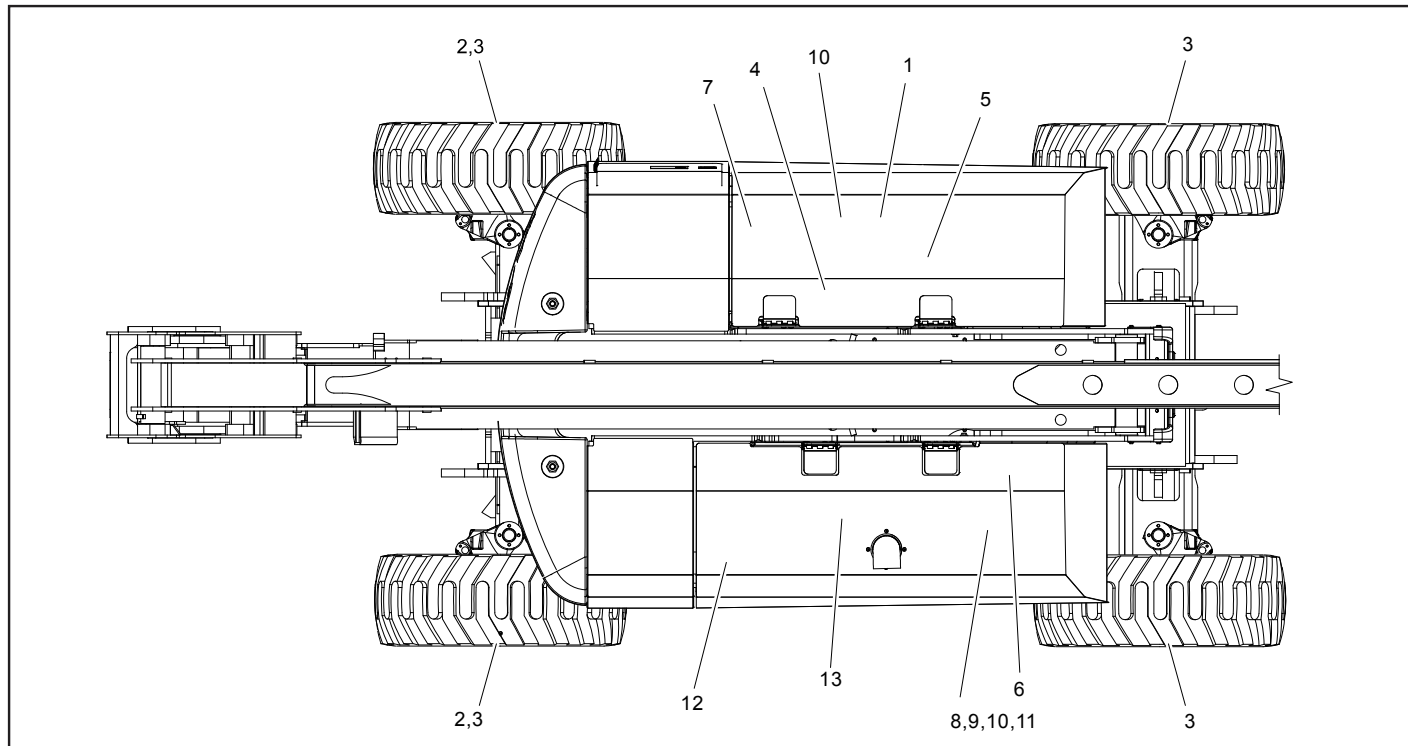

Figura 7-5. Diagrama de mantenimiento y lubricación
**NOTA:** Los números dados a continuación corresponden a los de la Figura 7-5., Diagrama de mantenimiento y lubricación.